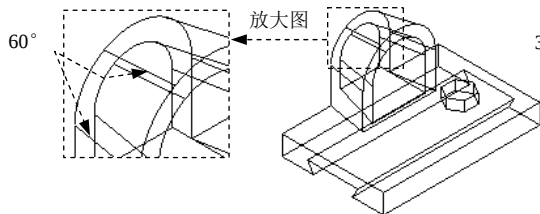

图 2.5.20 60° 放射曲线
- ☒ **显示圆周放射状曲线的** 文本框：用于定义线架显示时圆弧处显示放射曲线的角度，如图 2.5.20 和图 2.5.21 所示。